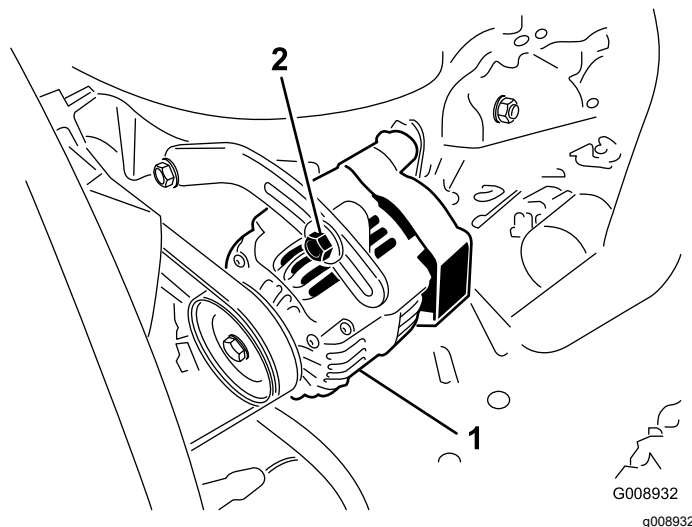

Bild 46
- Lockern Sie bei einer Durchbiegung von mehr oder weniger als 10 mm die Befestigungsschrauben der Lichtmaschine (Bild 46).